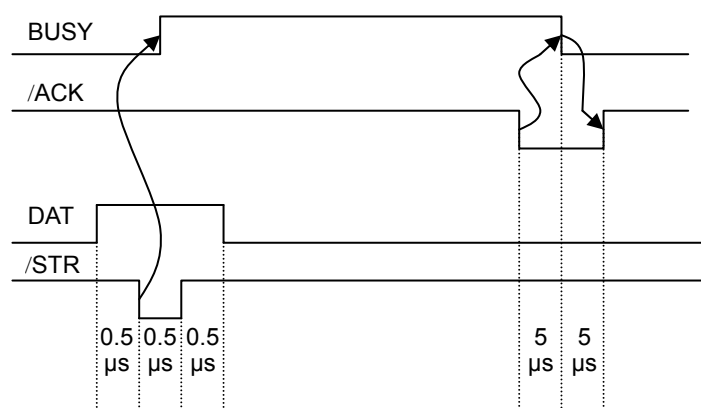

图 5-3 并口传送数据的时序
#### (4) 并口传送数据的时序 (如图 5-3 所示)